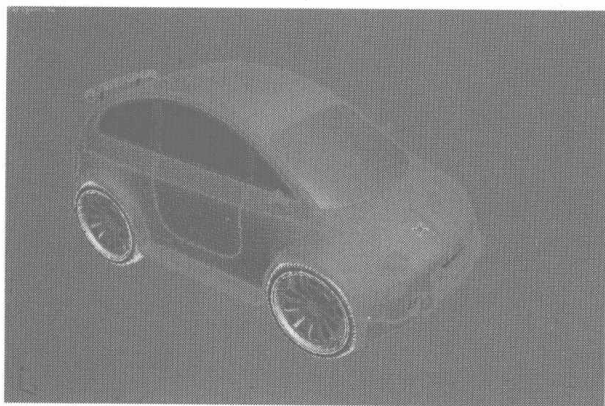
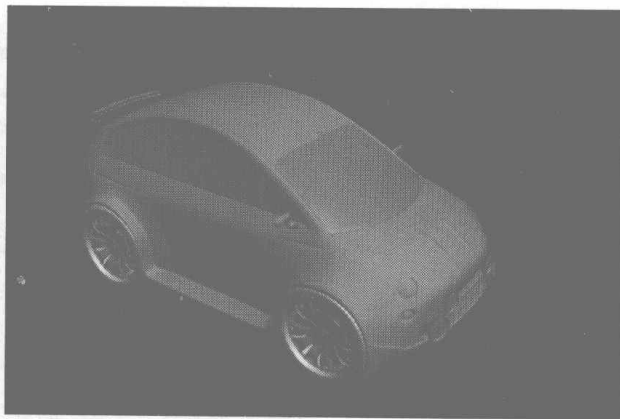

图 7.301
图 7.302
- 52 按快捷键 Ctrl+Q，或者单击右键，在弹出的快捷菜单中选择 **NURMS Toggle** 命令，将汽车模型平滑显示，如图 7.301 所示。最终渲染效果如图 7.302 所示。